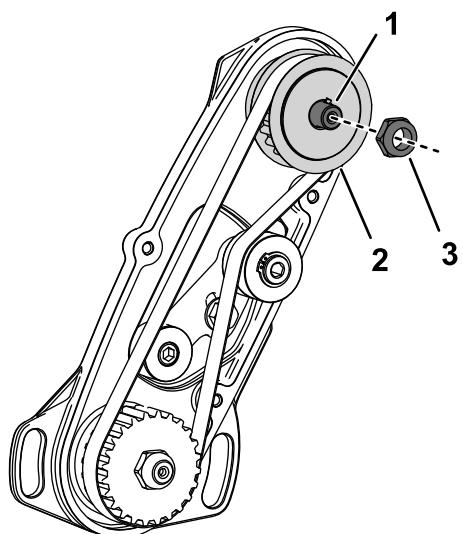

Bild 4
7. Nehmen Sie die Mutter von der Spindel-Antriebswelle ab (Bild 4).